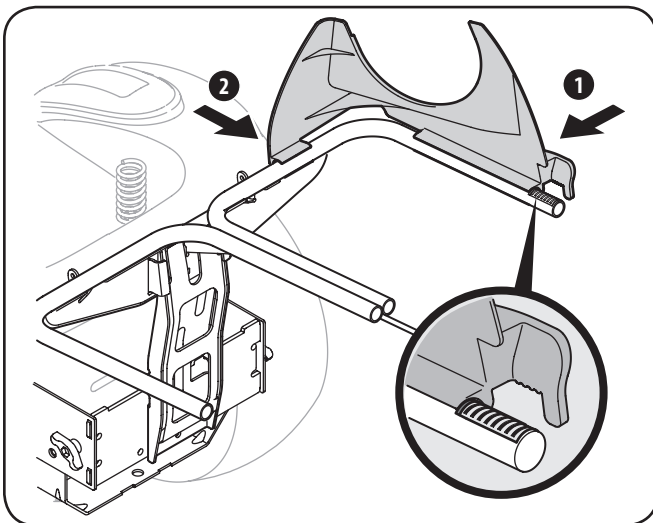

Figure 4-11
1. Insérez la goulotte de descente supérieure de plastique en place en enclenchant d'abord la partie latérale sur le rail de support du dispositif d'ensilage avec le bord du dispositif d'enclenchement aligné avec la ligne rouge, comme illustré à la Figure 4-11.
2. Insérez la partie avant de la goulotte de descente au rail, comme illustré à la Figure 4-11.